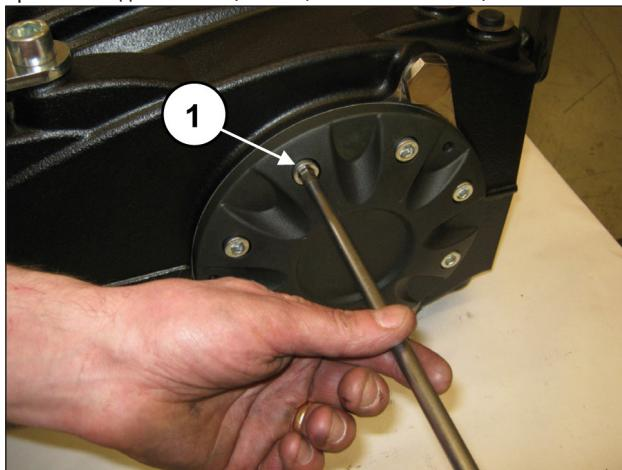
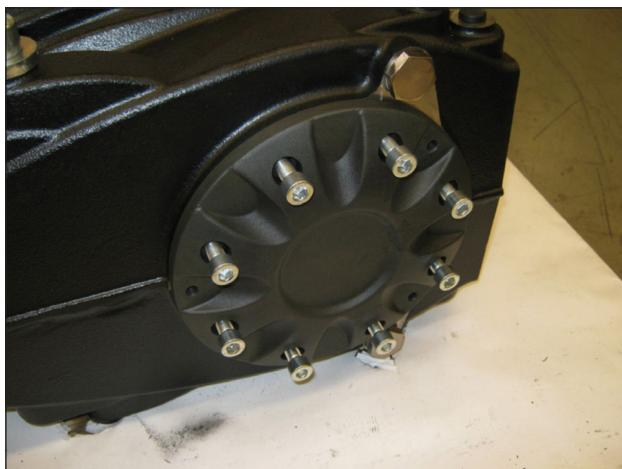

Рис. 26
Рис. 27
С противоположной стороны открутите винты крепления крышки подшипника (поз. ①, Рис. 26 и Рис. 27).